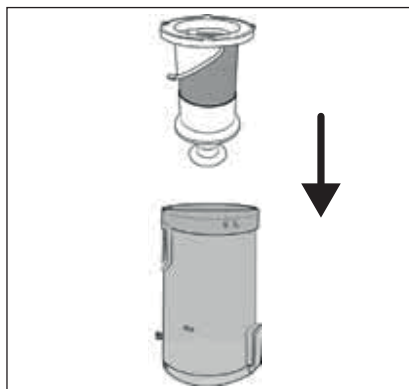

Fig. 23
- 6) Sæt filteret af rustfrit stål **6** ind i støvbeholderen **7**, og tryk det helt ned (se fig. 23). Vær opmærksom på, at låsene på filteret af rustfrit stål **6** har forskellige størrelser. Filteret af rustfrit stål **6** kan kun sættes ind i én position i støvbeholderen **7** på grund af disse låse.